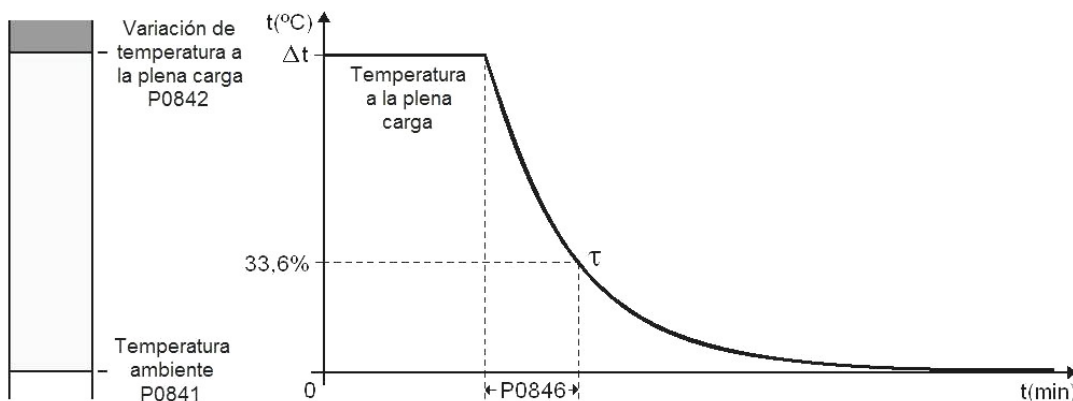

Figura 15.10: Constante de Enfriamiento del Motor Desenergizado.
- P0846 ajusta la constante térmica de enfriamiento del motor, conforme presentado en la Figura 15.10.